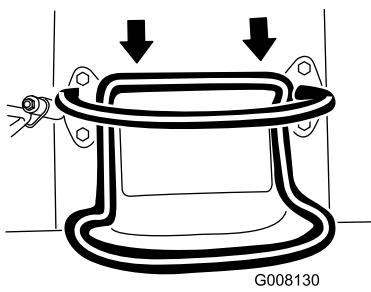

Bild 7
- Bewegen Sie den Fahrantriebshebel nach hinten, um rückwärts zu fahren (Bild 7). **Schauen Sie beim Rückwärtsfahren nach hinten und achten Sie auf Hindernisse, fassen Sie den Anschlagbügel mit den Händen an.**